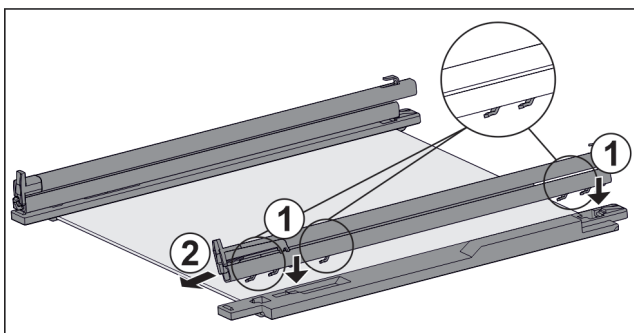

Fig. 100 Staklena ploča s vodilicama i pridržnim dijelovima
- ▶ Stavite kuke vodilice na otvore **lijevog** pridržnog dijela. Fig. 100 (1)
- ▶ Skinite vodilicu prema naprijed. Fig. 100 (2)
- ▶ Stavite kuke vodilice na otvore **desnog** pridržnog dijela. Fig. 100 (1)